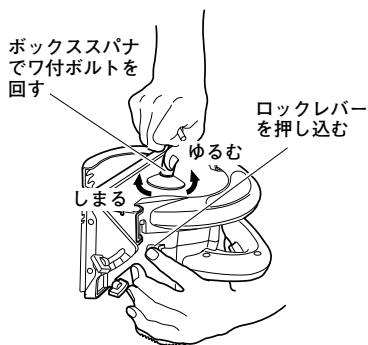
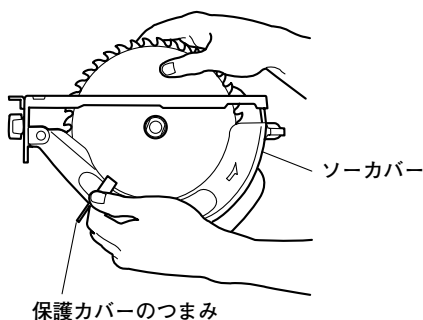

図 12
図 13
- (1) 切込み量を最大にし、安定した床の上に丸のこを置きます。(図12)
- (2) ロックレバーを押し込みながら、付属のボックススパナでボルトを静かに回します。
- (3) のこ刃軸が固定されたらボックススパナを反時計方向に回し、ワ付ボルトとワシヤ(B)をはずします。
- (4) 保護カバーのつまみをもって、保護カバーをソーカバーの中に引き込め、(図13)ののこ刃を取り出します。